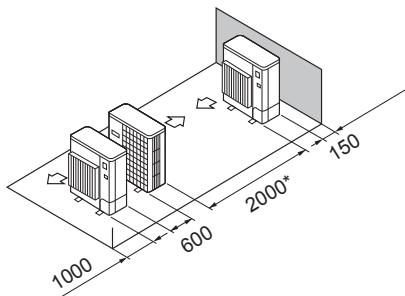

Fig. 2-17
⑤ Απλή παράλληλη διάταξη μονάδων (Fig. 2-17)